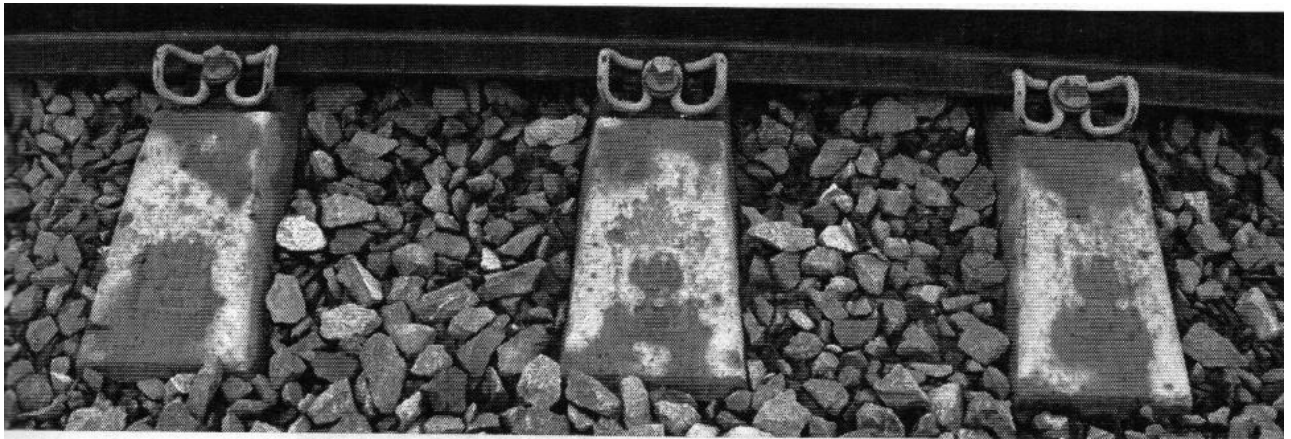

Рис. 30. Рельсовое крепление
1. Дайте характеристику скреплению, представленному на рис. 30.